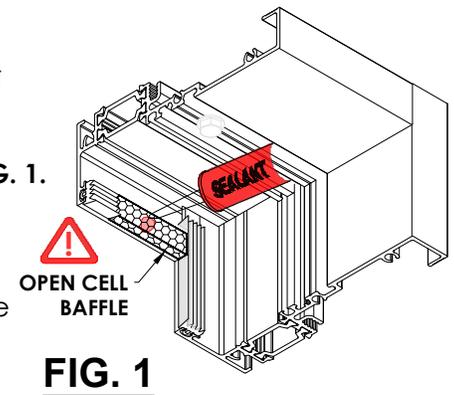

FIG. 1
- a. **TRÈS IMPORTANT** : À la tête de chaque baie, installer un DÉFLECTEUR ALVÉOLÉ sur chacun des deux côtés. Appliquer une touche de scellant pour les maintenir en place. **Voir FIG. 1.**
- b. Installer une garniture de vitrage n° 1342103 en veillant à ce qu'elle n'ondule pas. S'assurer que la garniture extérieure n'ondule pas. **Voir FIG. 1.**
- c. Appliquer une touche de scellant sur le joint de la garniture de vitrage. **Voir FIG. 1**